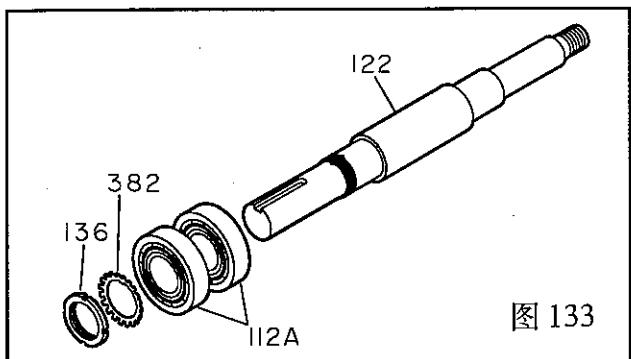

图 133
2. 将止推轴承(112A)装到轴(122)上。(图133)